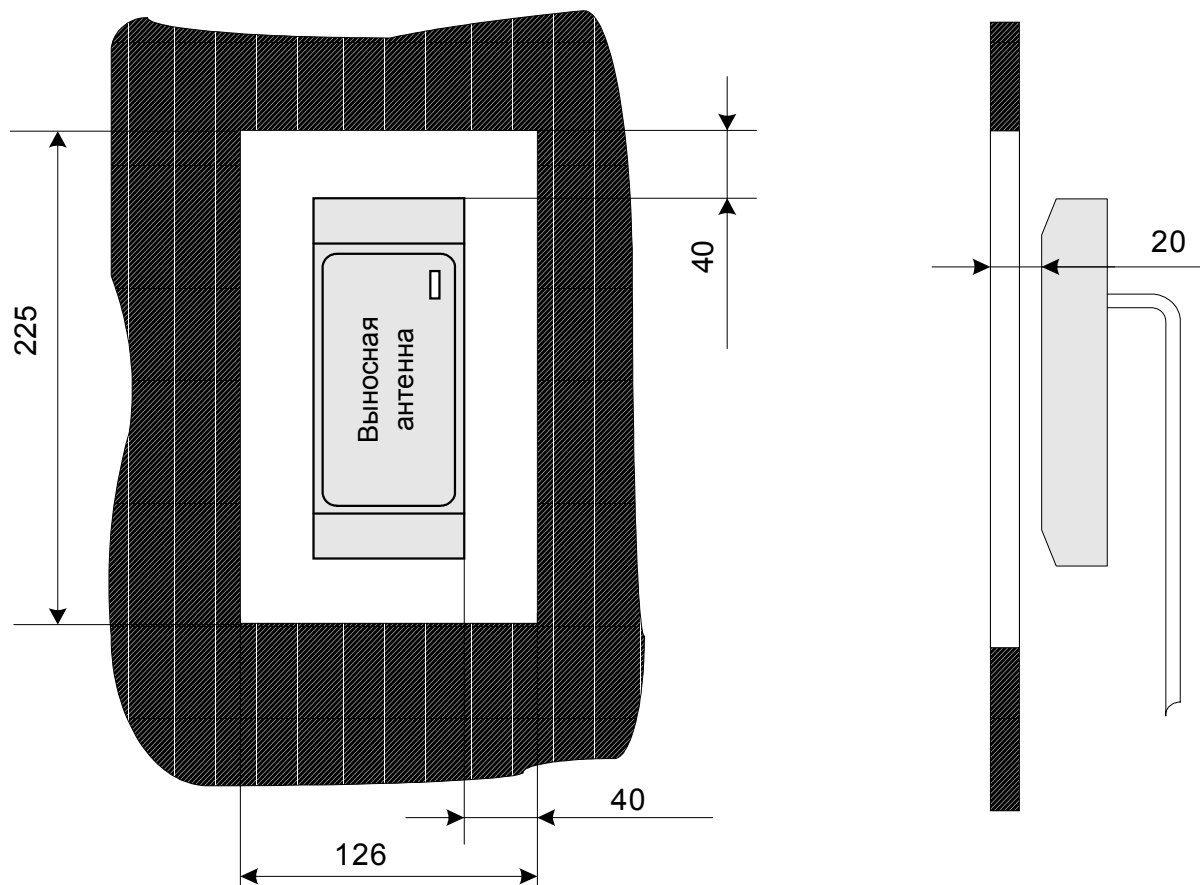

Рис. 2 Установка выносной антенны за металлической поверхностью
- При установке выносной антенны за металлической поверхностью, в ней необходимо вырезать окно, напротив которого и устанавливается выносная антенна (см. рис. 2), при этом размеры окна должны быть не менее 225x126 мм, само окно может быть закрыто неметаллической вставкой (например, из пластмассы), а выносная антенна может быть утоплена вглубь окна на расстояние не более 20 мм от внешней стороны